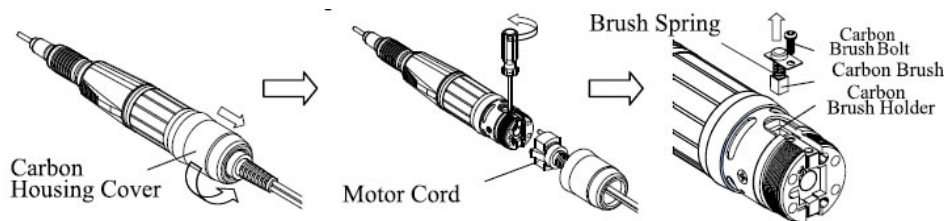

Figura 5
3.3 Remplazando las escobillas de carbón (Figura 5)